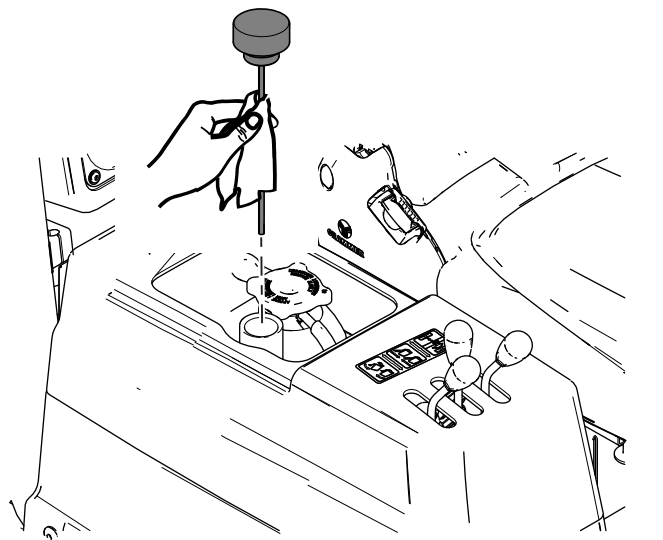

Bild 82
4. Nehmen Sie den Peilstab aus dem Hydraulikbehälter heraus und wischen Sie ihn mit einem sauberen Lappen ab (Bild 82).